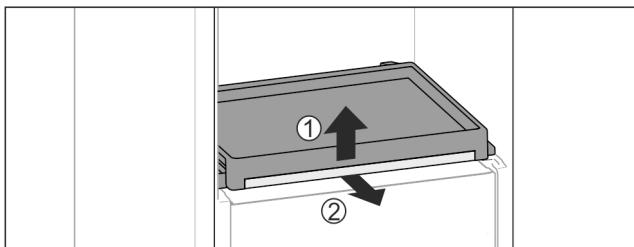

Fig. 95
- ▶ Извадете изтеглящата се дъска със стъклена плоча: Повдигнете леко отпред стъклена плоча Fig. 95 (1) и я изтеглете напред Fig. 95 (2).